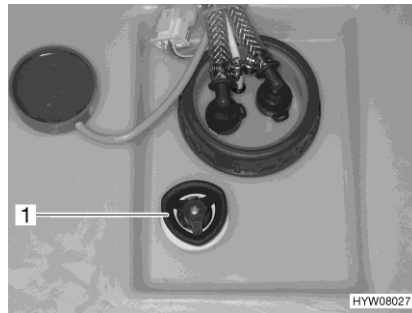

Fig. 158 Poignée tournante (réservoir d'eau)
- Sur le réservoir d'eau, faire opérer 3/4 de tour à la poignée tournante (Fig. 158,1) dans le sens inverse des aiguilles d'une montre. L'eau s'écoule, env. 20 litres restent.
- Faire tourner à fond dans le sens des aiguilles d'une montre la poignée tournante (Fig. 158,1) située sur le réservoir d'eau.
- Faire tourner la poignée tournante (Fig. 158,1) du réservoir d'eau à fond dans le sens inverse des aiguilles d'une montre au-delà de la résistance pour ouvrir entièrement l'ouverture d'écoulement.